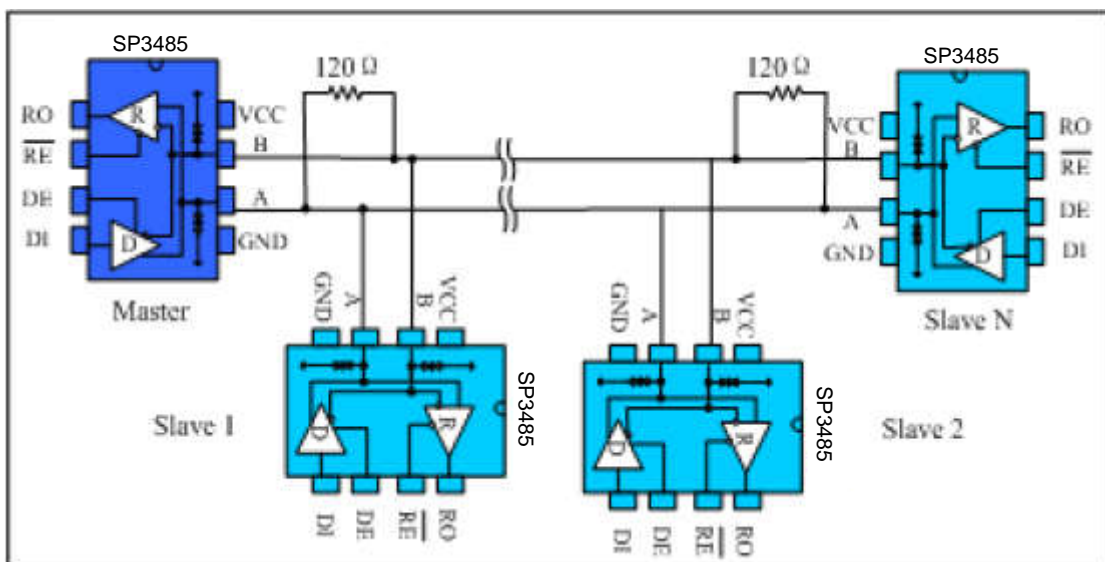

图 9 总线式 RS485 半双工通讯网络
4.1 总线式组网： SP3485 RS485 收发器设计用于多点总线传输线上的双向数据通信。图 9 显示了典型网络应用电路。这些器件也能用作电缆长于 4000 英尺的线性转发器，为减小反射，应当在传输线两端以其特性阻抗进行终端匹配，主干线以外的分支连线长度应尽可能短。